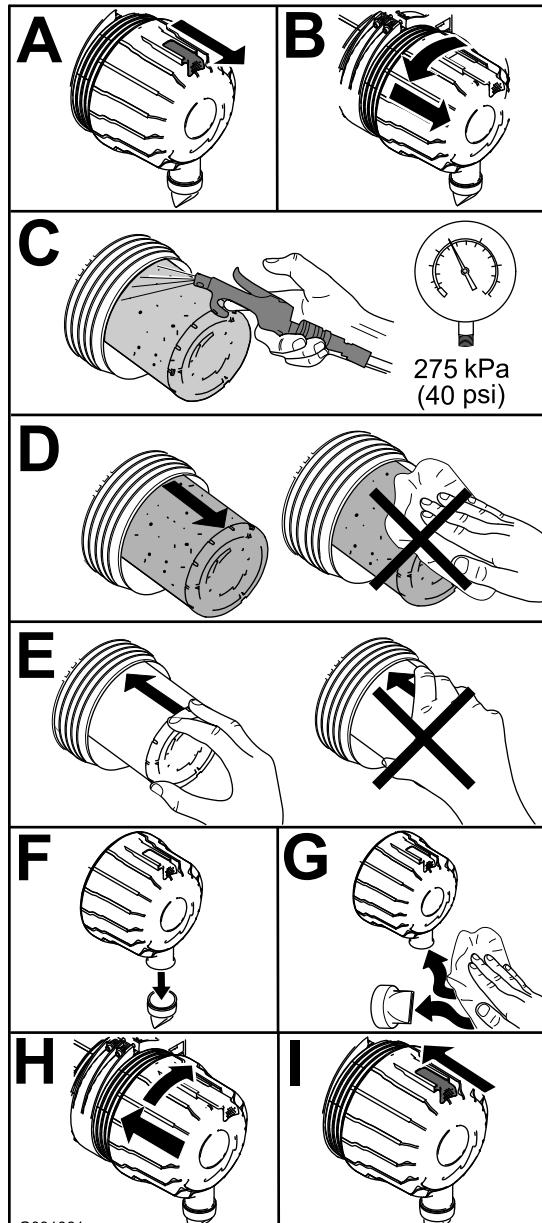

Figure 74
1. Remplacez le filtre à air (Figure 74).